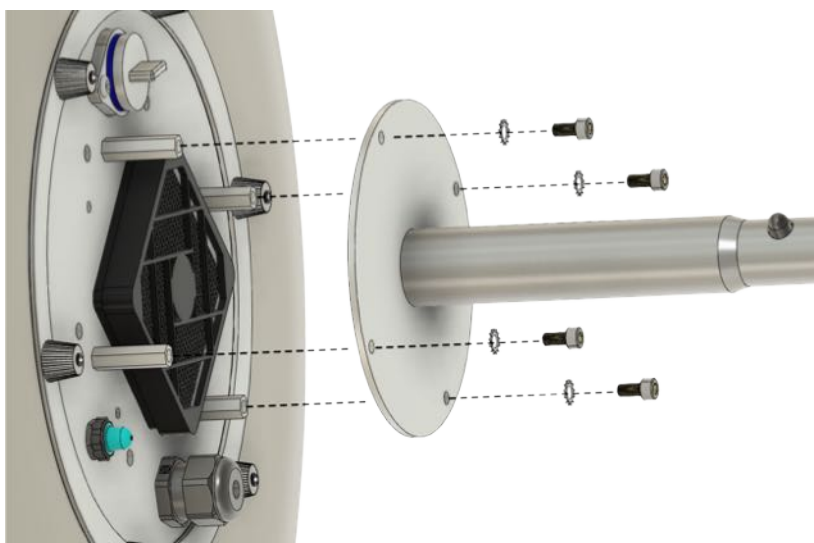

Abb. 10
1. Allentare il supporto del treppiede rimuovendo le 4 viti ad esagono cavo (fig. 10).